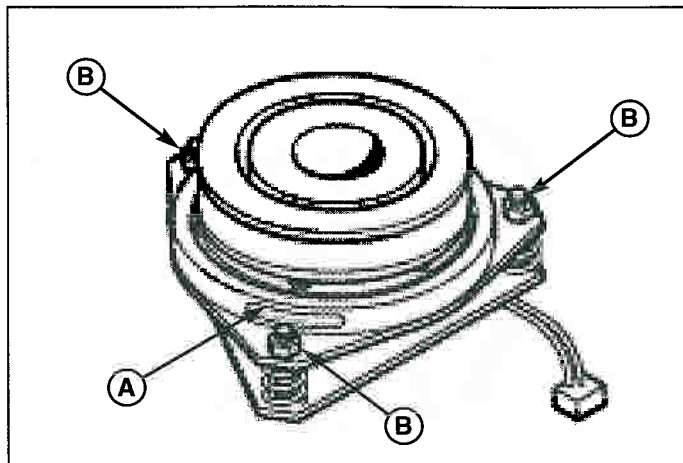

Figure 19. Réglage de l'embrayage de la prise de force
- Voir la Figure 19. Remarquer la position des 3 ouvertures de réglage (A) dans le côté de la plaque des freins et les écrous « nylok » de réglage (B).
- Ou bien serrer les écrous de réglage (B, Figure 19) jusqu'à ce que le rotor et l'armature entrent en contact avec la jauge d'épaisseur.